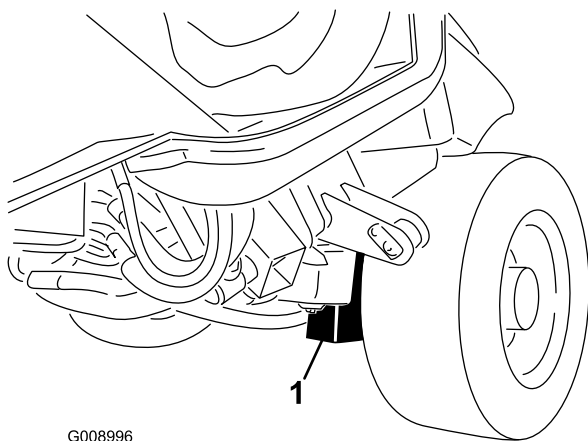

Bild 38
- Vorne am Maschinenchassis an der Innenseite jedes Antriebsreifens (Bild 38).